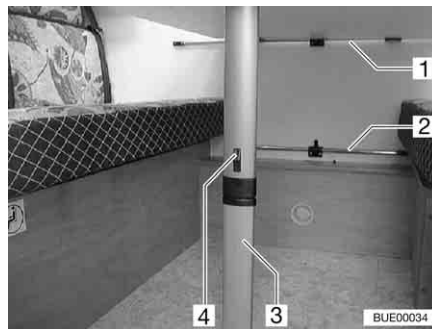

Bild 78 Hängetisch mit Knickfuß
- Arretierung (Bild 78,4) in Richtung Tischplatte schieben.
- Unteres Fußteil (Bild 78,3) um 90° umklappen.
- Hängetisch aus der oberen Einhängeschiene (Bild 78,1) aushängen.
- Hängetisch in die untere Einhängeschiene (Bild 78,2) einhängen und auf dem Tischfußgelenk abstellen.